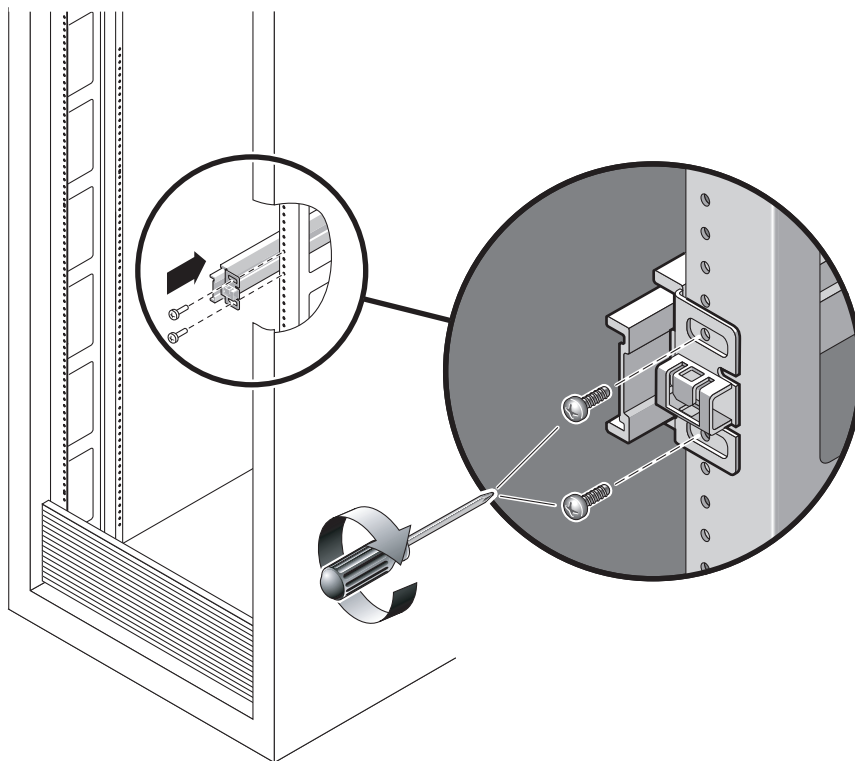

FIGURA 2-5 Montaggio di una guida
- a. Collegare la parte anteriore della guida al montante anteriore destro del rack (FIGURA 2-5) usando due viti, senza serrarle.**